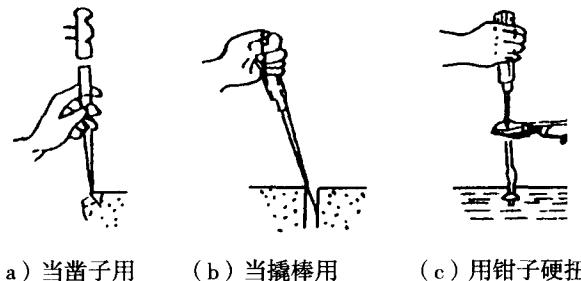

图1-5 旋具的错误用法
6) 不可用旋具当凿子或撬棒合用(穿心旋具除外), 或用手锤敲击旋具头; 也不能在旋具柄和刀口处用钳子或扳手来增加扭力(如图1-5), 以防扭曲或扭弯旋具。